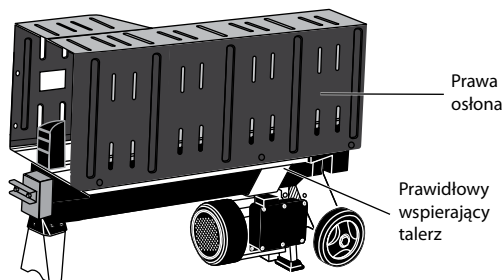
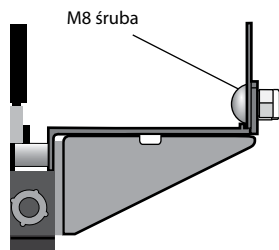

Rys. 1a
Rys. 1b
3. Włóż lewy panel ochronny do rowka lewej płyty podporowej, upewnij się, że otwory lewego panelu ochronnego są wyrównane z otworami lewej płyty podporowej, użyj 2 sztuk śrub M8 z kwadratową szyjką i 2 sztuk nakrętek zabezpieczających do mocowania (rys. 1a, rys. 1b).